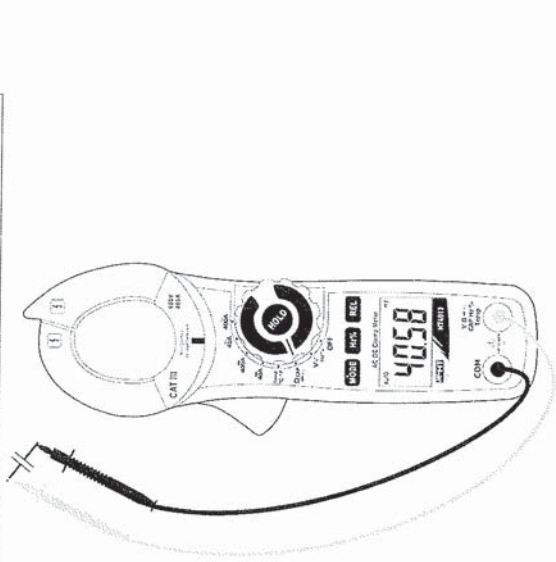

Abb. 6: Verwendung der Zange für Kapazitätsmessung
4. Stellen Sie die Messleitungen in die gewünschten Punkte des zu messenden Kreises (Abb. 6). Der Kapazitätswert erscheint auf dem Display.